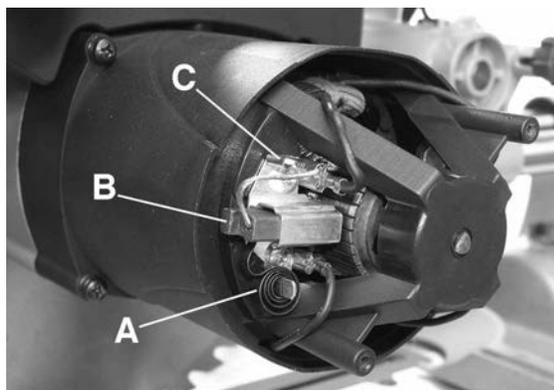
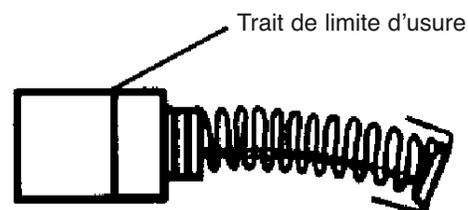

FIGURE 23
FIGURE 24
Une fois que le couvercle du boîtier du moteur est retiré, vous pouvez retirer les balais de carbone (B) Fig.23. Abaissez le ressort de retenu (A), débranchez le fil (C) du balai de carbone et retirez et vérifiez-le. Répétez cette étape pour l'autre balai de carbone. Remplacez-les quand l'usure est telle qu'il a atteint le trait de limite d'usure, Fig.24. Maintenez-les en état de propreté.